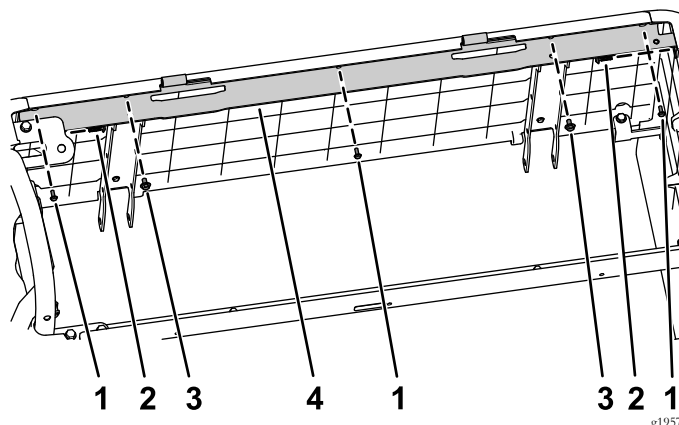

Figure 42
8. Fixez le support de siège avec les 3 vis (n° 10 x 1/2"), les 2 ensembles boulon et rondelle (1/4" x 1/2") et les 2 vis Torx (Figure 42).